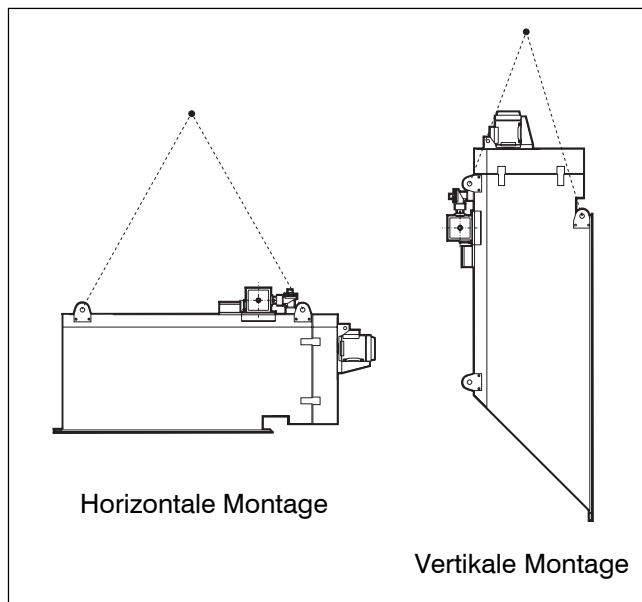
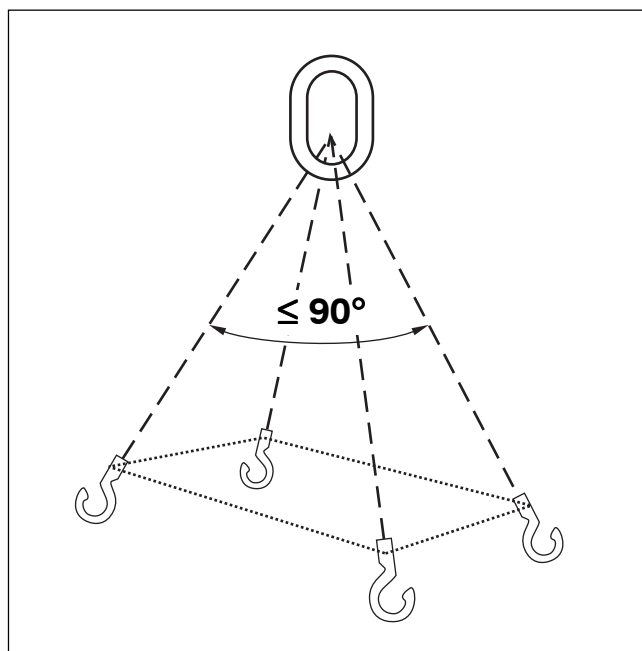

Bild 2 Hebepunkte am Filter
Bild 3 Vierpunktaufhängung des Hubgeschirrs
- 3 Je nach Einbaulage sind die Hebepunkte des Filters zu wählen (siehe Bild 2). Das Filter muß mit einem Vierpunkt-Hebezeug gehoben werden (siehe Bild 3).